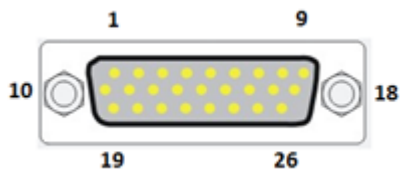

Abbildung 35: 26 poliger D-Sub Buchsenanschluss (männlich)
2. Im Block „External clock“ aktivieren das Kontrollkästchen „Enable“, falls der Parameter „1PPS status“ überwacht werden soll (s. Abbildung 35).
Der MPX-1g ist mit 8 GPI-Eingängen ausgestattet, die im gleichen 26 poligen D-Sub Buchsenanschluss wie die GPOs untergebracht sind. (s. Abbildung 35). Die Eingänge können für die Fernsteuerung verwendet werden (zusammen mit der Fernbedienungssoftware).
Der MPX-1g ist mit 8 GPOs ausgestattet: 7 SPST Relais (Form A) und 1 SPDT Relais (Form C). Die GPOs sind im gleichen 26 poligen D-Sub Buchsenanschluss wie die GPIs integriert (s. Abbildung 35 auf Seite 55). Die Eingänge können für die Alarmierung der Überwachungsfunktion verwendet werden.